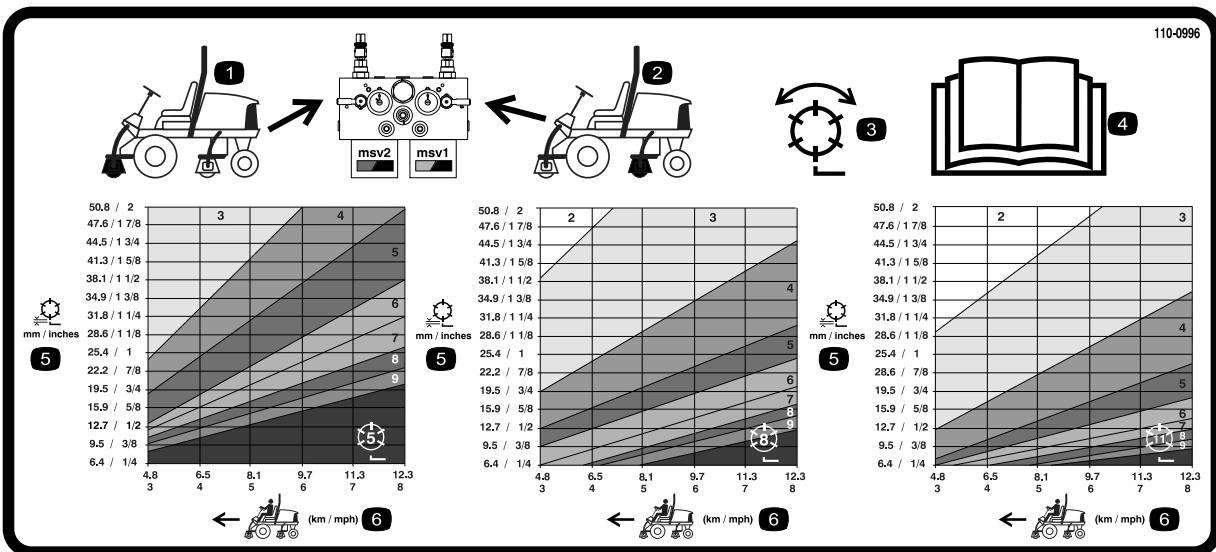
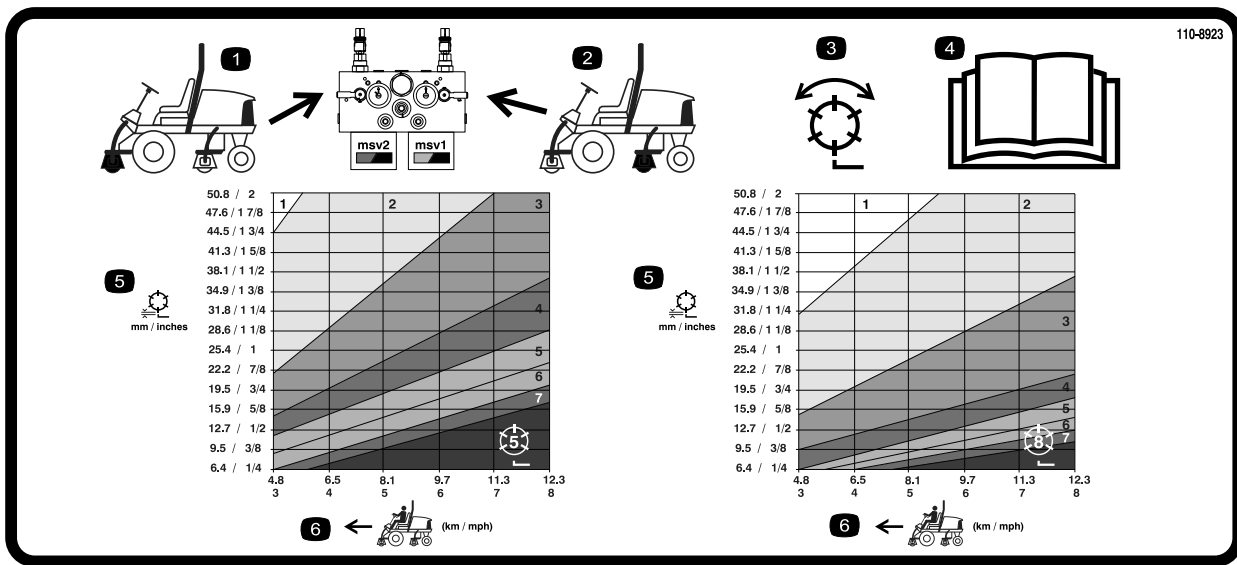

Figure 38
Figure 39
3. Utilisez le graphique approprié sur l'autocollant 110-0996 (Figure 38) pour le Reelmaster 5510 & 5610 avec plateaux de coupe à cylindre de 17,8 cm [7 pouces], ou l'autocollant 110-8923 (Figure 39) pour le Reelmaster 5210 & 5410 avec plateaux à cylindre de 12,7 cm [5 pouces], afin de déterminer le réglage de vitesse correct des cylindres.